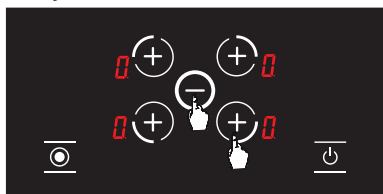

Рисунок 16
2. Когда вы одновременно нажимаете кнопку выбора конфорки и кнопку **⏻**, температура соответствующей конфорки падает до **Y** (см. Рис. 16)